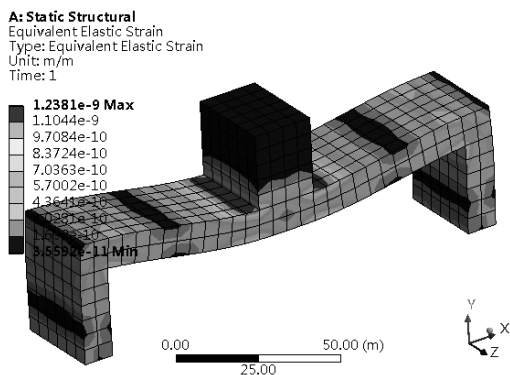

图 5-187 应变分析云图
Step7：选择 Outline（分析树）中 Solution（A6）下的 Equivalent Elastic Strain 选项，此时会出现如图 5-187 所示的应变分析云图。